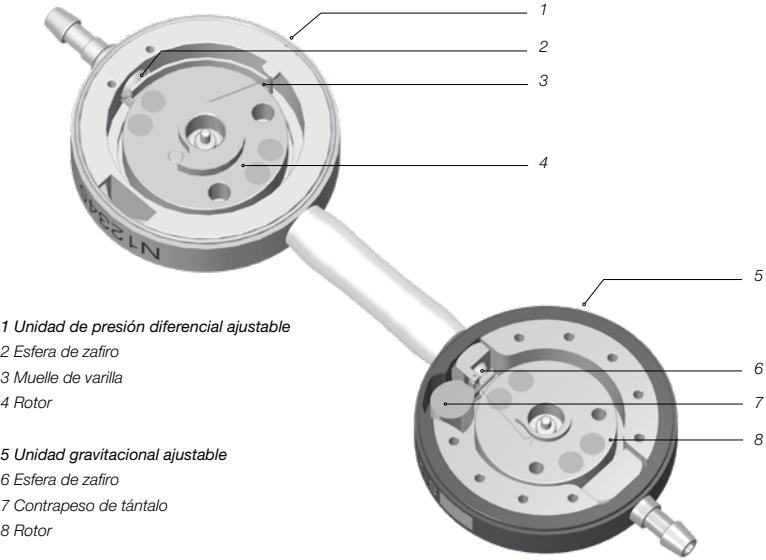

Fig. 1: Sección transversal de la M.blue plus
La *M.blue plus* es una válvula fabricada en titanio. Se compone de una unidad de presión diferencial ajustable (en adelante, también denominada *proGAV 2.0*) y una unidad gravitacional ajustable (en adelante, también denominada *M.blue*) (Fig. 1). La unidad de presión diferencial ajustable, situada en la parte proximal de la válvula (1), está formada por una carcasa estable de titanio dentro de la cual se integra, en su parte delantera, una válvula de bola y cono (2) de eficacia probada. Un muelle de varilla (3) determina la presión de apertura de esta unidad. Mediante un rotor con alojamiento giratorio (4) se puede ajustar la pretensión del muelle y, a través de la piel, regular la presión de apertura de la válvula. La unidad gravitacional (5) lleva un contrapeso de tántalo (7) que retiene una esfera de zafiro